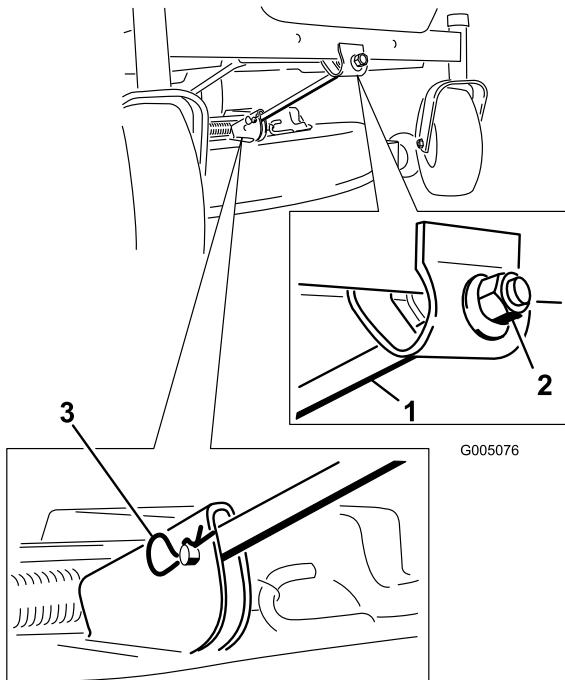

Figure 47
4. Enlevez la goupille fendue et les axes de chape de la tige de support avant (Figure 47). Abaissez doucement l'avant du plateau de coupe au sol.
- Fixez la tige de support avant au plateau de coupe à l'aide de l'axe de chape et de la goupille fendue (Figure 47).